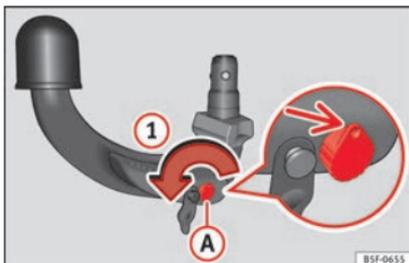

Abb. 233 Schritt 1
- Drehen Sie den Schlüssel in Pfeilrichtung **1**, bis sich der gelochte Teil des Schlüssels oben befindet **» Abb. 233** (Pfeil).